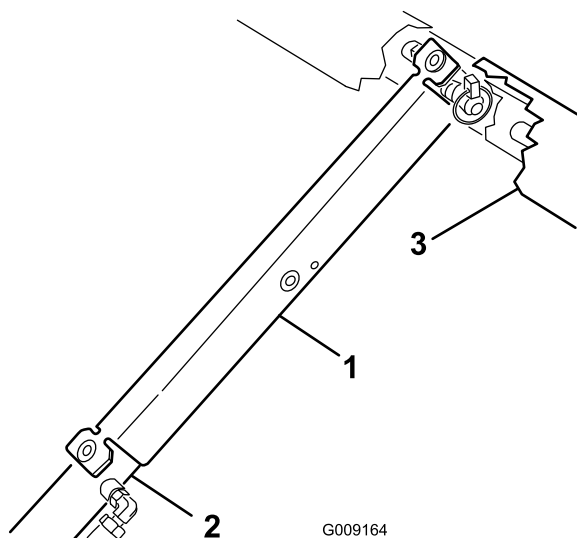

図 29
3. サポートをシリンダロッドにはめ込み、サポートの端部でシリンダバレルの端とシリンダロッドの端を確実に支える（図 29）。